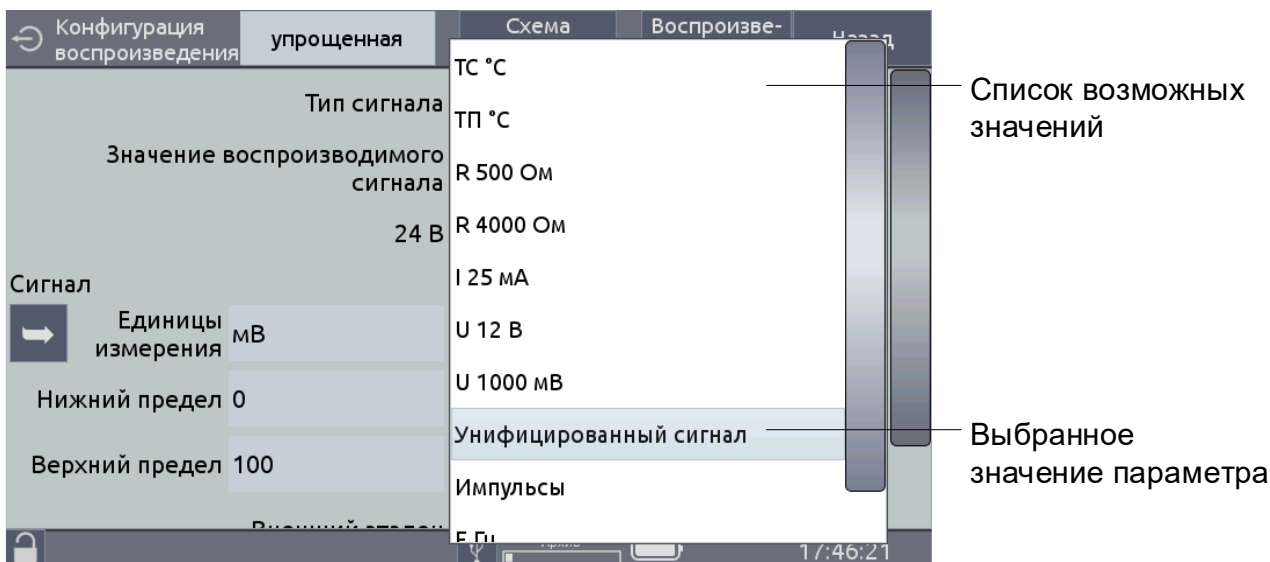

Рисунок 2.23
2.7.2.2 Для установки типа первичного преобразователя необходимо в редактируемом поле «Тип сигнала» выбрать необходимый тип первичного преобразователя из списка (см. рисунок 2.23):